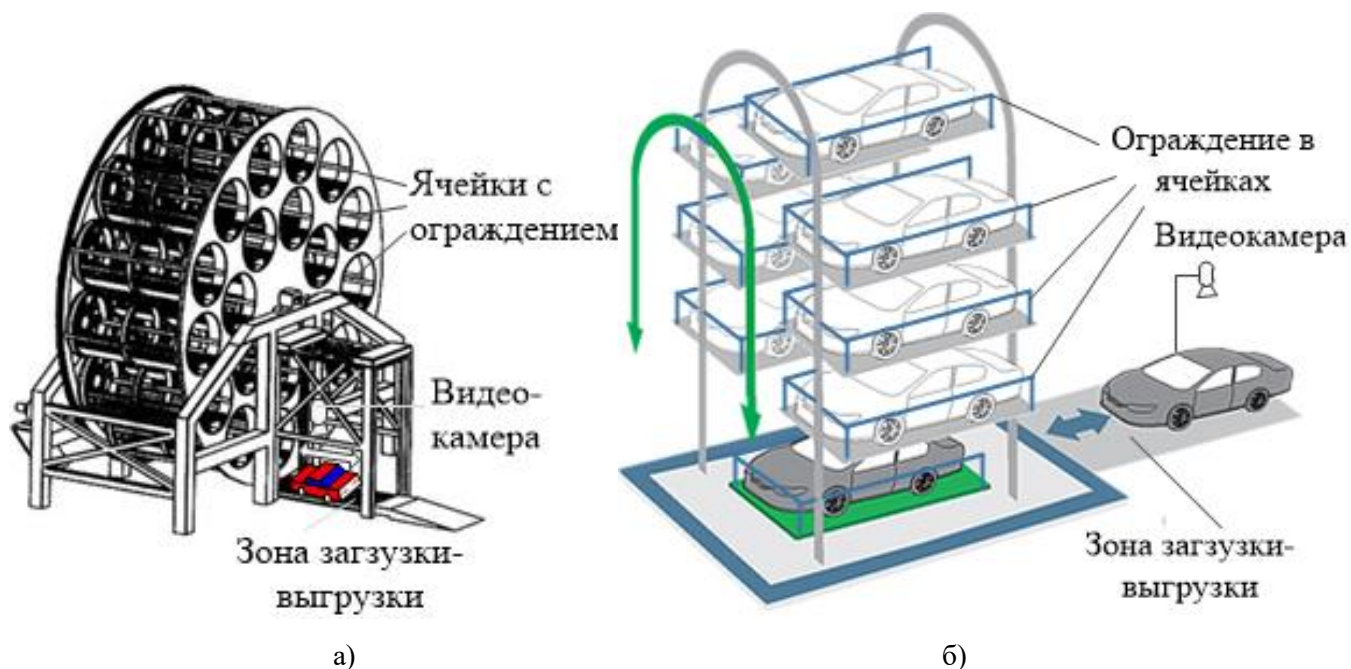

Рис.1. Примеры автоматических парковок: а) роторного типа; б) карусельного типа.
Варианты возможной реализации ПАК показаны на эскизах на рис. 1, роторного типа а) и карусельного типа б). Вариант конструкции участники выбирают и реализуют самостоятельно.
- Подсистема ППЯ должна включать в себя механизм со специальной системой перемещения ячеек как показано на рис. 1 а, б. На этапе подготовки к запуску автомобиль должен устанавливаться в зону загрузки-выгрузки вручную. К ППЯ предъявляются следующие требования:
- Установленный в ячейке автомобиль не должен самопроизвольно выезжать за границы ячейки. Для этого ячейка должна иметь ограничители, в виде ограждения (перил или забора), показанные на рис. 1, б. Оснащать ограждение чувствительными датчиками не требуется. Остановка автомобиля должна выполняться по сигналам с ультразвукового датчика, контролирующего расстояние до ограждения в ячейке. Конструкция каждой ячейки должна позволять извлекать из нее автомобиль вручную, для повторных испытаний.
- После проверяется режим выдачи автомобиля. Участник вносит карточку с QR-кодом в зону загрузки-выдачи в области видимости видеокамеры. Автомобиль должен переместиться в зону выдачи (совпадает с зоной загрузки (рис. 1) без непосредственного участия оператора (автоматически) или с помощью пульта (автоматизированно).
- При испытании в файле данных должна быть отражена информация о распознанном QR-коде на автомобиле (A), а также о ячейке парковки куда предполагается переместить автомобиль (N). Структура файла формируется на выбор участников.